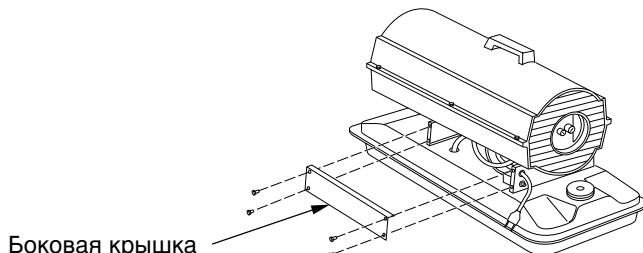

Рис. 29 - Снятие крышки
- Снимите четыре винта боковой крышки, пользуясь 5/16-дюймовым гайковертом или торцовым ключом (см. Рис. 29).